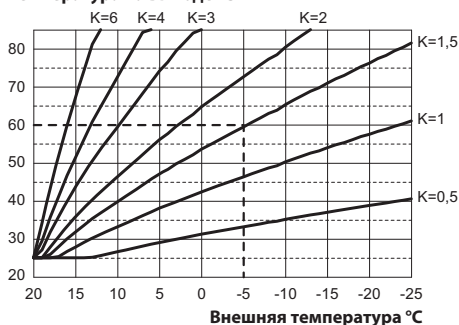

Рисунок 5.14
Если к котлу **ПОДСОЕДИНЕН** пульт дистанционного управления (факультативно), см. Рисунок 5.14. В этом случае настройка коэффициента K производится дистанционно.
При установке внешнего датчика, необходимо установить данный параметр в зависимости от производительности системы отопления для оптимизации температуры на нагревании (Рисунок 5.14).
Например, для обеспечения температуры нагревания на системе отопления 60 °C при внешней температуре -5 °C, необходимо установить коэффициент K на 1,5 (пунктирная линия, см. (Рисунок 5.14)).
- Используя кнопку 10 или 11, можно изменить значение параметра 15 с минимум **01** до максимум **60** в зависимости от выбранной кривой коэффициента K, см. Рисунок 5.14, (на дисплее показано десятичное значение коэффициентов K).